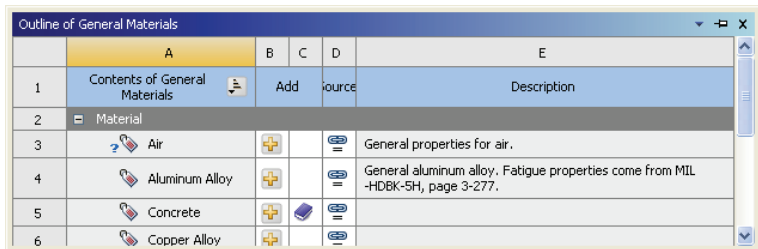

图 22-4 添加 Concrete 材料
4) 在 Outline of General Material 窗口中, 选择 Concrete, 并单击后面的添加符号, 如图 22-4 所示。